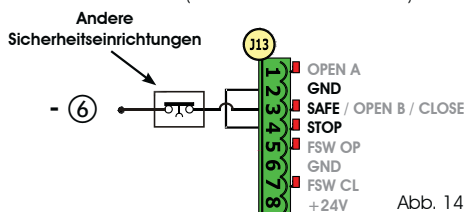

Abb. 14
Wenn die FailSafe-Sicherheitsfunktion deaktiviert wird (Parameter kann in der 2. Programmierstufe festgelegt werden) muss -⑥ als Minuspol für die Verwaltung des SAFE-Eingangs verwendet werden (siehe Abb. 14).